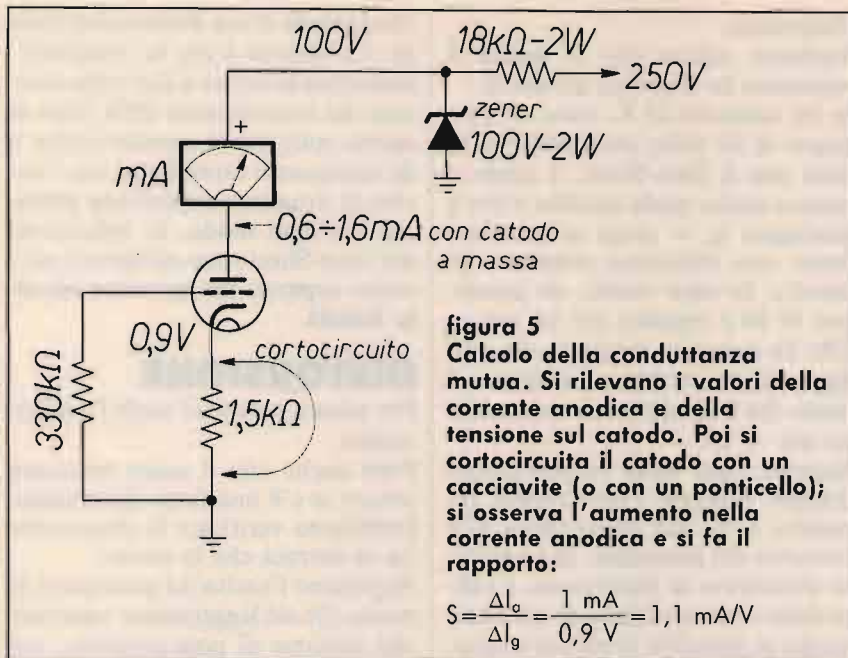

figura 5
con il triodo oscillatore (7). I dati da tener presente sono quelli del Data-Sheet a sinistra, che richiedono 100 V sulla placca. Li possiamo ottenere con uno zener come in figura 5. Lo zener non lo avevo sotto mano, ci ho messo una valvola stabilizzatrice 0B3.